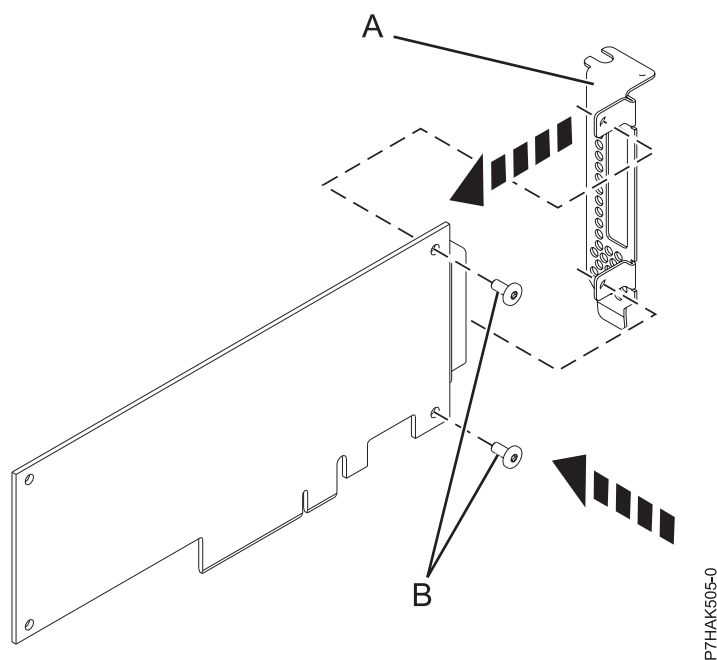

Figura 79. Colocación de la contrapunta de altura reducida en un adaptador PCIe
14. Utilizando un destornillador Phillips y los dos tornillos de retención (**B**), fije la contrapunta (**A**) del adaptador PCIe anómalo en el nuevo adaptador PCIe, como se muestra en la Figura 79.